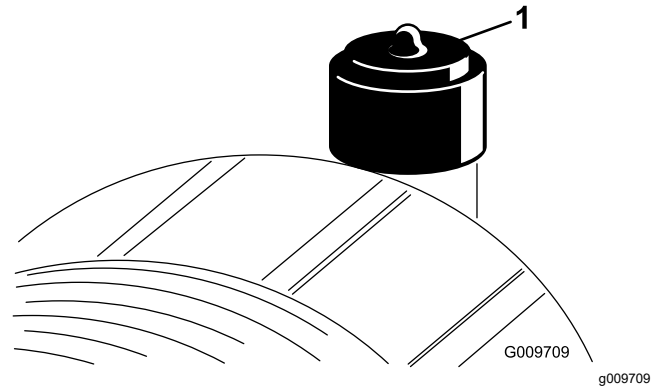

图 55
仅在限制指示灯图 55要求时才维修空气滤清器滤芯。如果是在必须更换之前才更换空气滤清器滤芯会增加灰尘在滤芯拆下时进入发动机的几率。
2. 如果指示灯显示为红色请重置限制指示灯图 55。